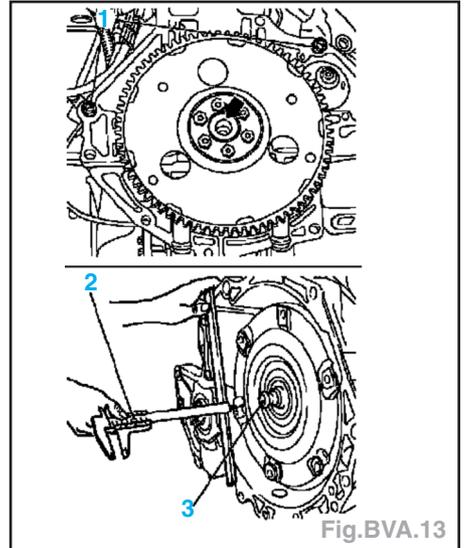

Fig. BVA.13
- En cas de remplacement de la boîte, veiller à ce que les deux douilles (1) de centrage soient dans le bloc-cylindres (Fig. BVA.13).
- Contrôler l'état du tourillon de centrage (3) et le nettoyer.
- Mesure l'écart entre les filetages de raccord du convertisseur et la surface de raccord de boîte à l'aide d'un pied à coulisse (2) (Fig. BVA.13).